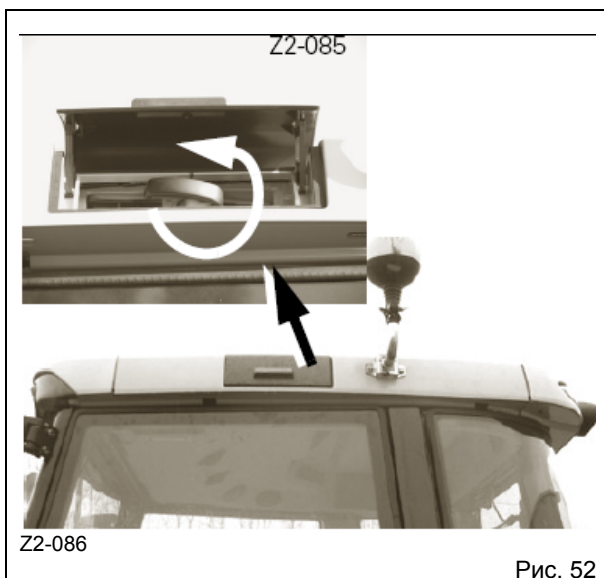

Рис. 52
1. Чтобы добраться к воздушному фильтру кабины, откройте защелку на левой стороне крыши кабины (рис. 52).